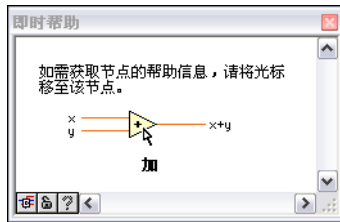

图 2-2 即时帮助窗口
1. 选择**帮助**»**显示即时帮助**，显示**即时帮助**窗口。如图 2-2 所示。也可在前面板或程序框图上单击**显示即时帮助**按钮，显示**即时帮助**窗口。如图所示。